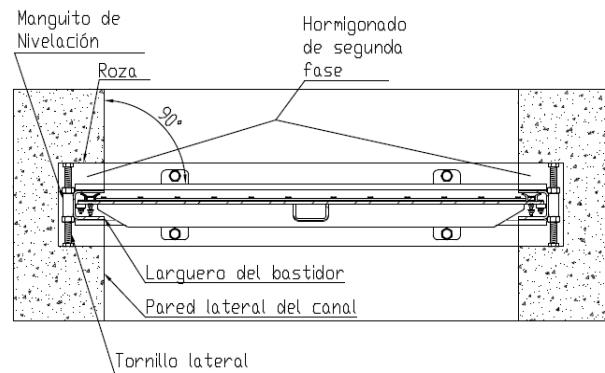

Figura 3
- Nivelar la compuerta horizontalmente, ajustando para ello los tornillos en los manguitos de nivelación (ver Figura 3). Asegurarse de que la guía del bastidor está alineada con la pared lateral del canal. Asimismo, asegurarse de que la compuerta es perpendicular a las paredes laterales del canal